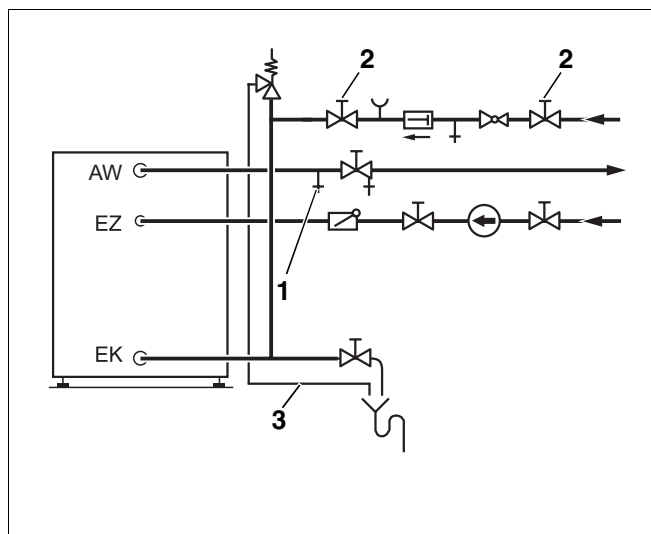

Fig. 13 Installation selon DIN 1988 (schéma de principe)
- Pour purger le préparateur, ouvrir la vanne d'aération et de purge (fig. 13, **pos. 1**) ou le robinet situé au point le plus élevé.
- Pour remplir le préparateur, ouvrir la vanne d'arrêt de l'entrée d'eau froide (fig. 13, **pos. 2**).
- Avant la mise en température, vérifier si la chaudière, le préparateur et les conduites sont remplies d'eau. Pour ce faire, ouvrir la vanne d'aération et de purge (fig. 13, **pos. 1**).
- Laissez la conduite d'échappement de la soupape de sécurité (fig. 13, pos. 3) toujours ouverte.
- que la conduite d'échappement de la soupape de sécurité (fig. 13, page 14) doit toujours rester ouverte